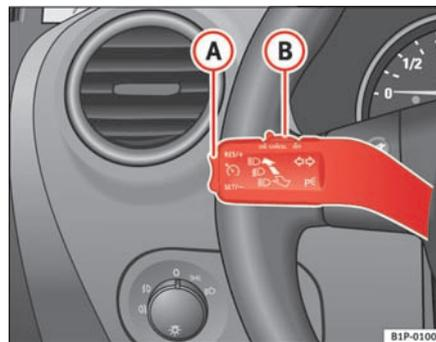

Fig. 127 Palanca de intermitentes y de luz de carretera: mando y tecla basculante para el regulador de velocidad
- Cuando se haya alcanzado la velocidad que se quiere programar, pulse brevemente la parte inferior de la tecla basculante **SET/SET** ⇒ fig. 127 (A) una vez.